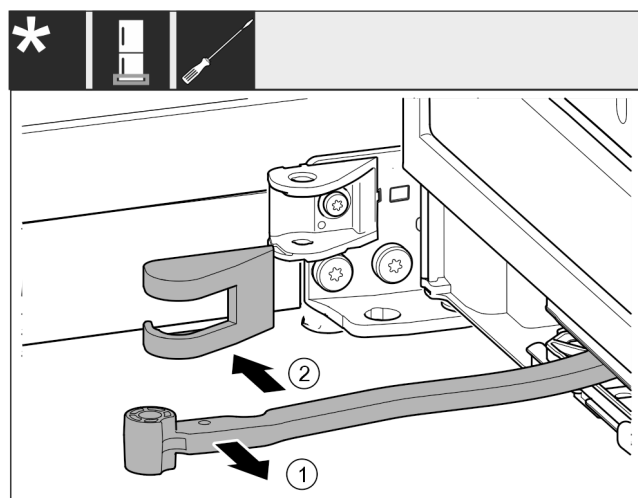

Fig. 15
- Tourner la jointure Fig. 15 (1) en direction de la porte.
- Retirer le cache du support de palier Fig. 15 (2).